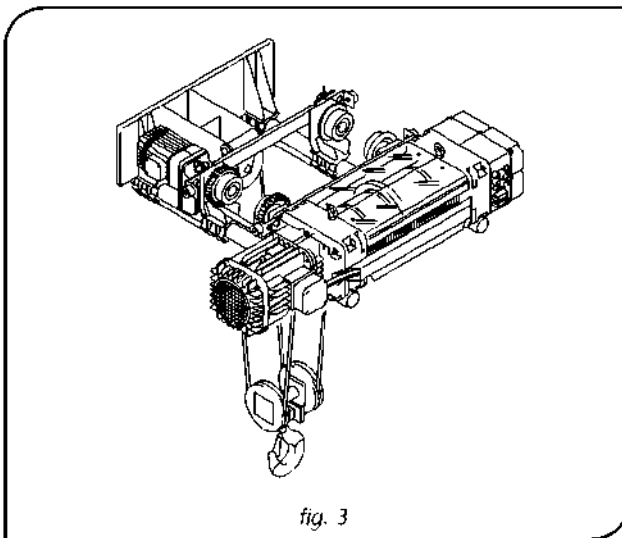

fig. 3
- Instalacja urządzenia wraz z elektrycznym wózkiem transportowym, w pojedynczej konfiguracji szynowej, typ DST/R: (rys.3)